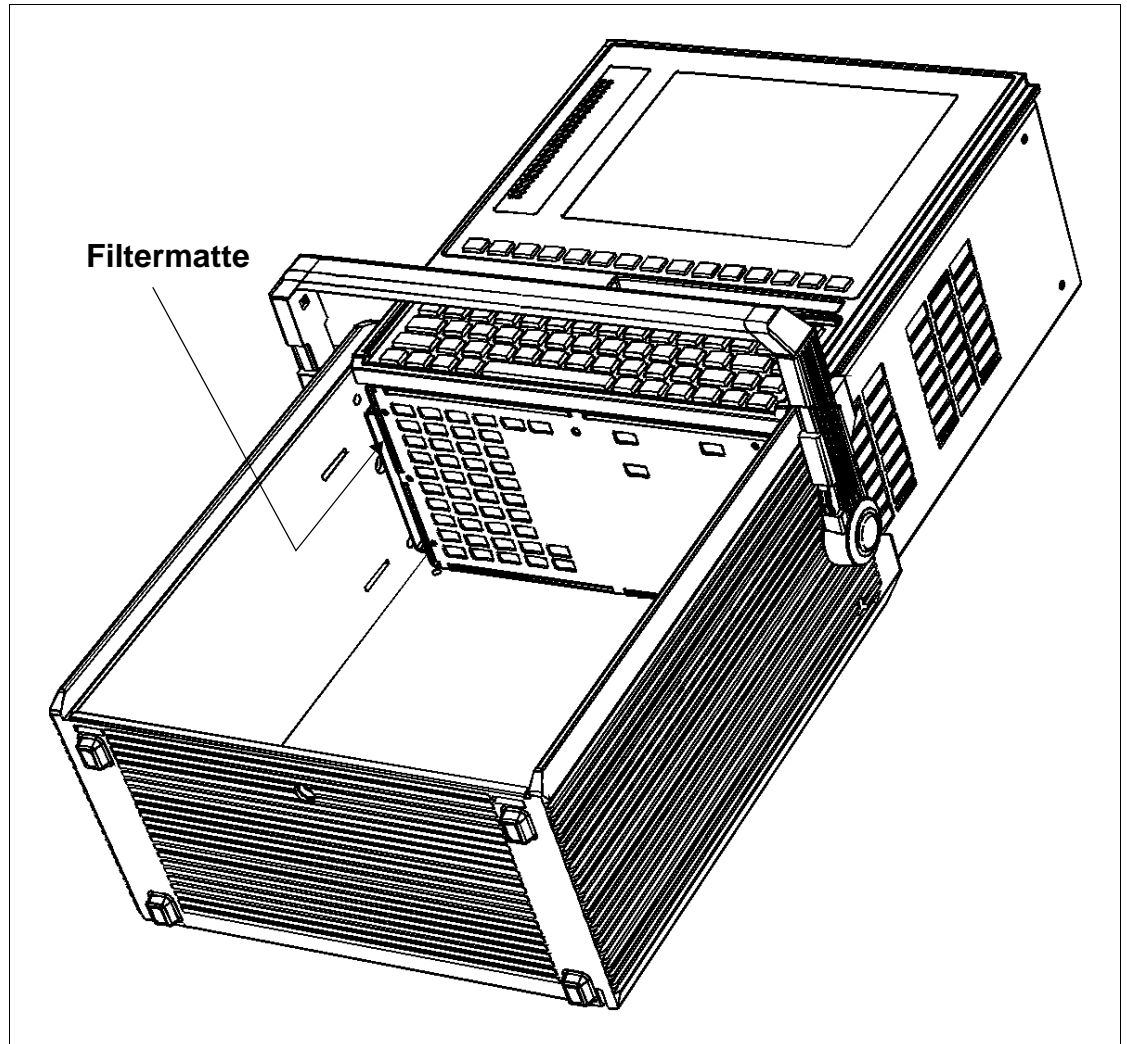

Bild W-4 Wechsel der Filtermatte beim ANT-20
4. Tauschen Sie die Filtermatte aus (siehe Bild W-4).